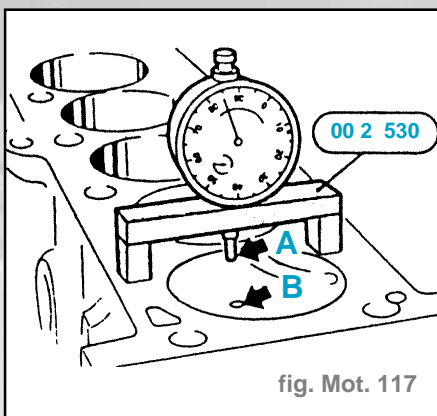

fig. Mot. 117
- Mesure du dépassement des pistons : placer le comparateur et son support **00 2 530** sur le plan de joint de culasse nettoyé et le mettre à zéro (fig. Mot. 117).